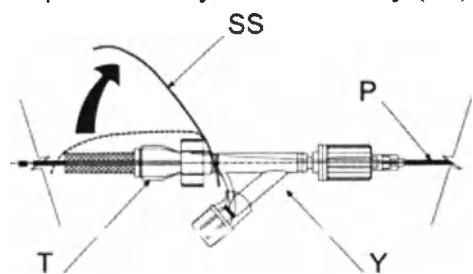

Рисунок 5.2.11
Обрежьте или удалите пломбу (SS). Рис. 5.2.11